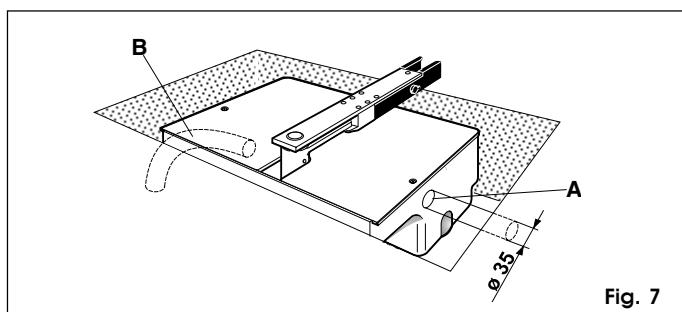

Fig. 7
- 3) Poser un tube de PVC de 35 mm de diamètre pour le passage d'un câble à 4 conducteurs, pour alimenter la platine électronique de commande (fig. 7 réf.A); D'autre part, il est recommandé de prévoir un tube de drainage pour l'eau pluviale relié à un conduit d'évacuation (fig. 7 réf.B).